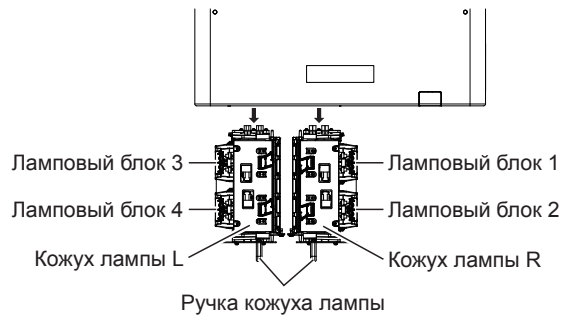

Рис. 3
- ii) Возьмитесь за ручку кожуха лампы с той стороны, где должен быть заменен ламповый блок, и вытащите кожух лампы назад. (Рис. 3)